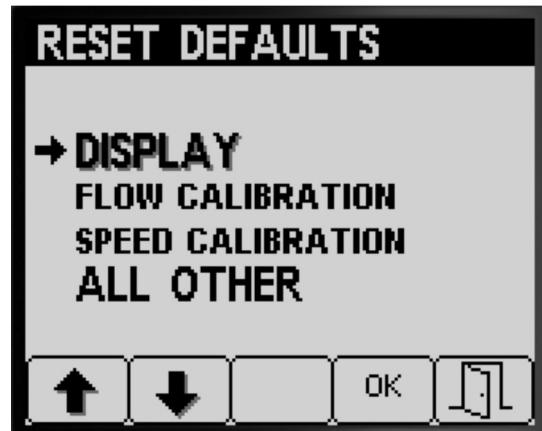

Figure 35
4. Appuyez sur le bouton 4 pour réinitialiser les réglages de l'option sélectionnée (Figure 35).
5. Répétez les étapes 3 et 4 pour toute autre option à réinitialiser (Figure 35).
6. Appuyez sur le bouton 5 pour enregistrer vos réglages, quitter l'écran RETOUR RÉGLAGES D'USINE et retourner à l'écran RÉGLAGES (Figure 35).